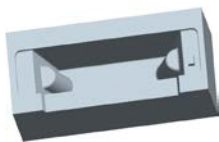
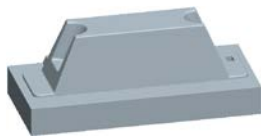

图 12.23 着色后的上半部分体积块
图 12.24 着色后的下半部分体积块
Step5. 在“体积块分割”操控板中单击 **体积块** 按钮, 在“体积块”界面中单击 **1** **☑** **体积块_1** 区域, 此时模型的上半部分变亮, 如图 12.23 所示, 然后在选中的区域中将名称改为 **upper_vol**; 在“体积块”界面中单击 **2** **☑** **体积块_2** 区域, 此时模型的下半部分变亮, 如图 12.24 所示, 然后在选中的区域中将名称改为 **lower_vol**。